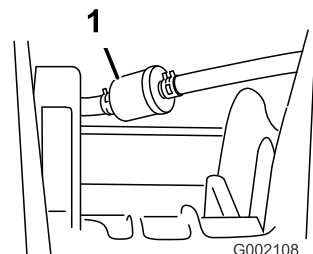

Bild 42
5. Entfernen Sie die Klemmen, mit denen der Kraftstofffilter an den -leitungen befestigt ist (Bild 42).